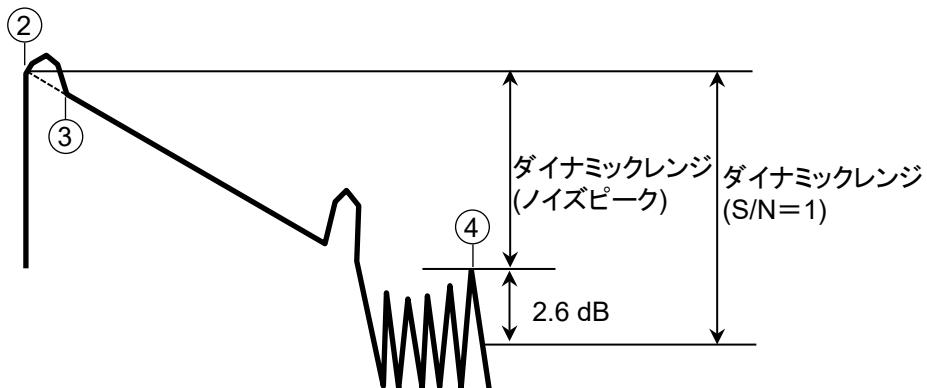

図 15.3.3-2 ダイナミックレンジの測定
20. マーカを図 15.3.3-2 で示す位置に置きます。